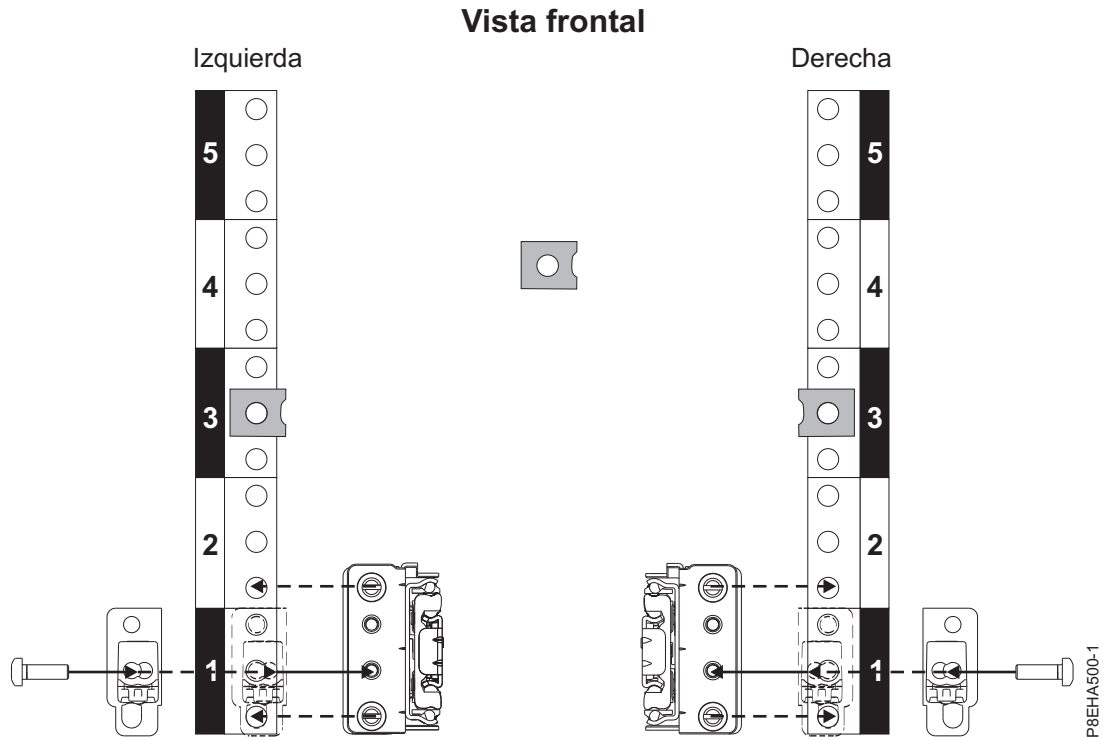

Figura 4. Fijación de los rieles deslizantes a la parte frontal del bastidor
3. En la parte frontal del bastidor, coloque el riel deslizante izquierdo (**C**) entre los estándares de montaje EIA del bastidor posterior y frontal del lado izquierdo, tal como se muestra en la Figura 4 en la página 5.
6. Coloque la abrazadera del pestillo de golpe (B) de forma que cubra el espacio del EIA frontal del riel deslizante tal como se muestra en la Figura 4.
7. Utilice la herramienta hexagonal T25 para fijar la abrazadera del pestillo de golpe al reborde del riel frontal con un tornillo de punta plana (A) M5 X 16 mm situado en el orificio del medio (1b) de la unidad de bastidor EIA tal como se muestra en la Figura 4.
8. Repita los pasos de 2 en la página 4 a 7 para el riel deslizante derecho (D) tal como se muestra en la Figura 4. El riel deslizante derecho se identifica mediante una R impresa en el interior de la ubicación frontal.
9. Fije los dos clips de tuerca (F) a las ubicaciones 3b de EIA respectivas de los estándares de EIA verticales frontales derecho e izquierdo, tal como se muestra en la Figura 4.